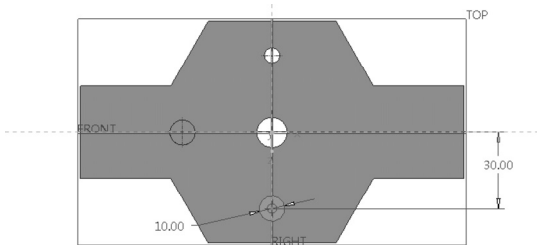

图 5-8 修改截面尺寸后的效果
7) 修改截面的尺寸。修改截面尺寸后的效果如图 5-8 所示。